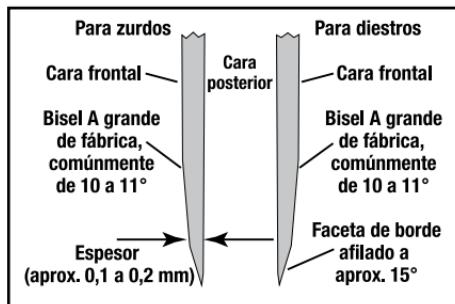
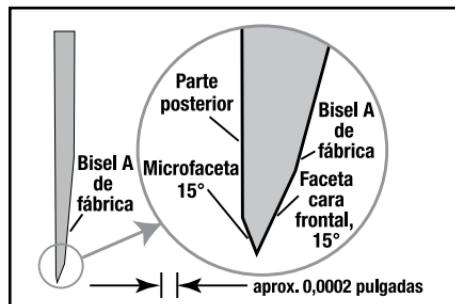

Figura 10. Sección transversal de una hoja asiática tradicional de una sola cara; es más delgada y afilada por una de las caras.
Figura 11. Sección transversal de un cuchillo asiático tradicional de serie, aumentado a 50x (para diestros).
Los cuchillos japoneses tradicionales, como las hojas para preparar sashimi, tienen una sola cara y un gran bisel de fábrica (Bisel A, Figura 10) en la única cara de la hoja. Existe un gran número de fabricantes de cuchillos de este tipo utilizados principalmente para preparar sashimi. El bisel de fábrica (Bisel A) suele rectificarse en torno a los 10 grados, pero existen excepciones,
ya que dicho ángulo no está estandarizado en las fábricas. El diseño de los cuchillos japoneses tradicionales y la estructura concreta de los filos de corte varían enormemente entre los distintos fabricantes, sin embargo, existen algunas similitudes. El filo de corte consta de una pequeña faceta primaria en la cara frontal de la hoja, debajo del gran bisel de fábrica, e incluye una microfaceta secundaria mucho más pequeña a lo largo de la cara posterior. Normalmente, la microfaceta de la cara posterior (Figura 11) solo puede verse fácilmente con una lupa. La cara posterior es una superficie plana bruñida de serie, o más a menudo, ligeramente vaciada con muela para garantizar que en dicho punto pueda formarse una microfaceta eficaz como parte del filo de corte. Debido a la falta de estandarización, por lo general, se utiliza el estilo manual para afilar estos cuchillos, pero se ha comprobado que es difícil, resulta laborioso y requiere mucho tiempo. Chef'sChoice® El afilador Modelo 700 está diseñado para afilar prácticamente todas las hojas asiáticas tradicionales de una sola cara y lograr una calidad de afilado de fábrica. Antes de empezar a afilar una hoja japonesa tradicional, examine el cuchillo detenidamente para confirmar que se trata de una hoja tradicional de bisel único y para determinar si es un cuchillo para diestros o zurdos, tal y como se describe en la Figura 10. Es fundamental que siga atentamente el procedimiento de afilado y el orden del mismo tal y como se describe a continuación para conseguir el máximo nivel de afilado de la hoja tradicional.
En este ejemplo, donde se asume que su hoja tradicional es para diestros, debe afilar el cuchillo solo en la ranura izquierda de la Fase 1 **Acero**. El número de pasadas que deberá realizar depende del ángulo de fábrica del Bisel A (Figura 10 y 11) y de cómo de desafilada esté la hoja. Realice entre cinco (5) y diez (10) pasadas (1-2 segundos por pulgada) solamente en la ranura izquierda de la Fase 1 y, a continuación, compruebe si hay rebaba a lo largo de toda la cara posterior del filo de la hoja. (La rebaba producida en la Fase 1 será pequeña, pero puede notarse, tal y como se muestra en la Figura 9). Asegúrese de que haya rebaba a lo largo de toda la